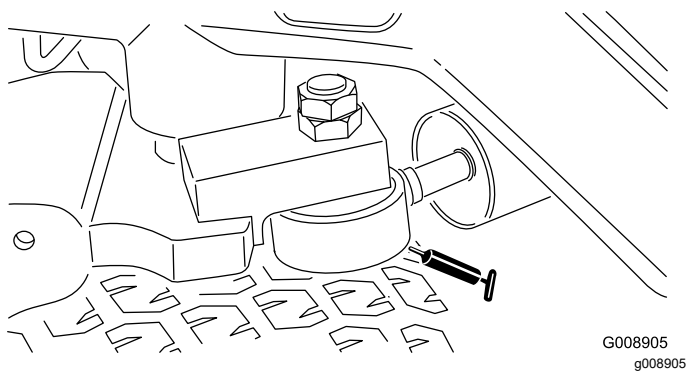

Рисунок 48
**Примечание:** При желании можно установить дополнительную масленку на другой торец цилиндра рулевого механизма. Снимите шину, установите масленку, заправьте ее консистентной смазкой, снимите масленку и установите пробку (Рисунок 48).